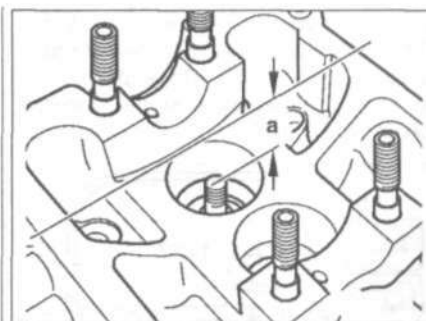

Рис. 7.25. Измерьте расстояние «а» между концом стержня клапана и верхним краем головки блока цилиндров.
2. Измерьте расстояние «а» между концом стержня клапана и верхним краем головки блока цилиндров (рис. 7.25).